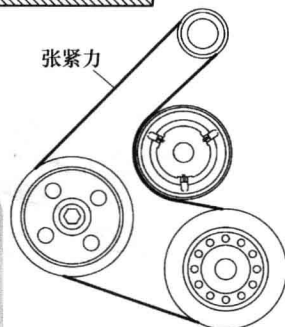

图 1-18 检查张紧度
3) 在两带轮的中间位置施加 98N 的力, 如图 1-18 所示, 检查传动带的张紧度 (也称挠度)。新传动带约 2mm, 旧传动带约 5mm。